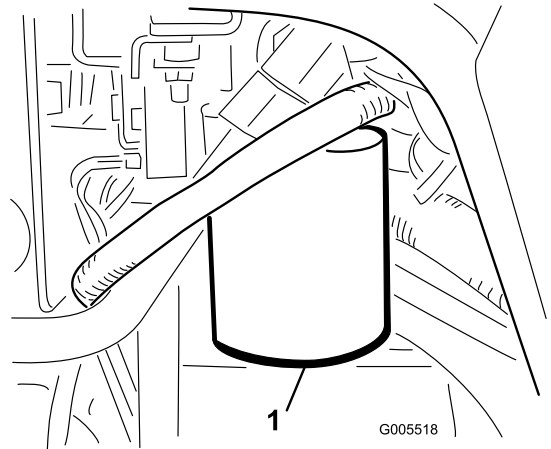

Figura 59
1. Pulite la superficie circostante il filtro (Figura 59). Collocate una bacinella di spurgo sotto il filtro e togliete il filtro.